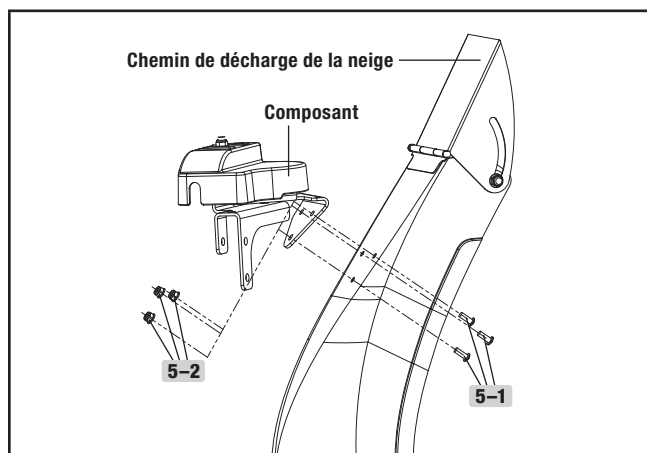

Figure 9A
1. Enlevez les boulons (5-1) (figure 9A) et les écrous (5-2) (figure 9A) de la goulotte de décharge de la neige (figure 9A). Conservez-les pour une étape ultérieure.
2. Serrez la goulotte de décharge de la neige et le composant illustré dans la figure 9A en utilisant 3 boulons (5-1) (figure 9A) et 3 écrous (5-2) (figure 9A).